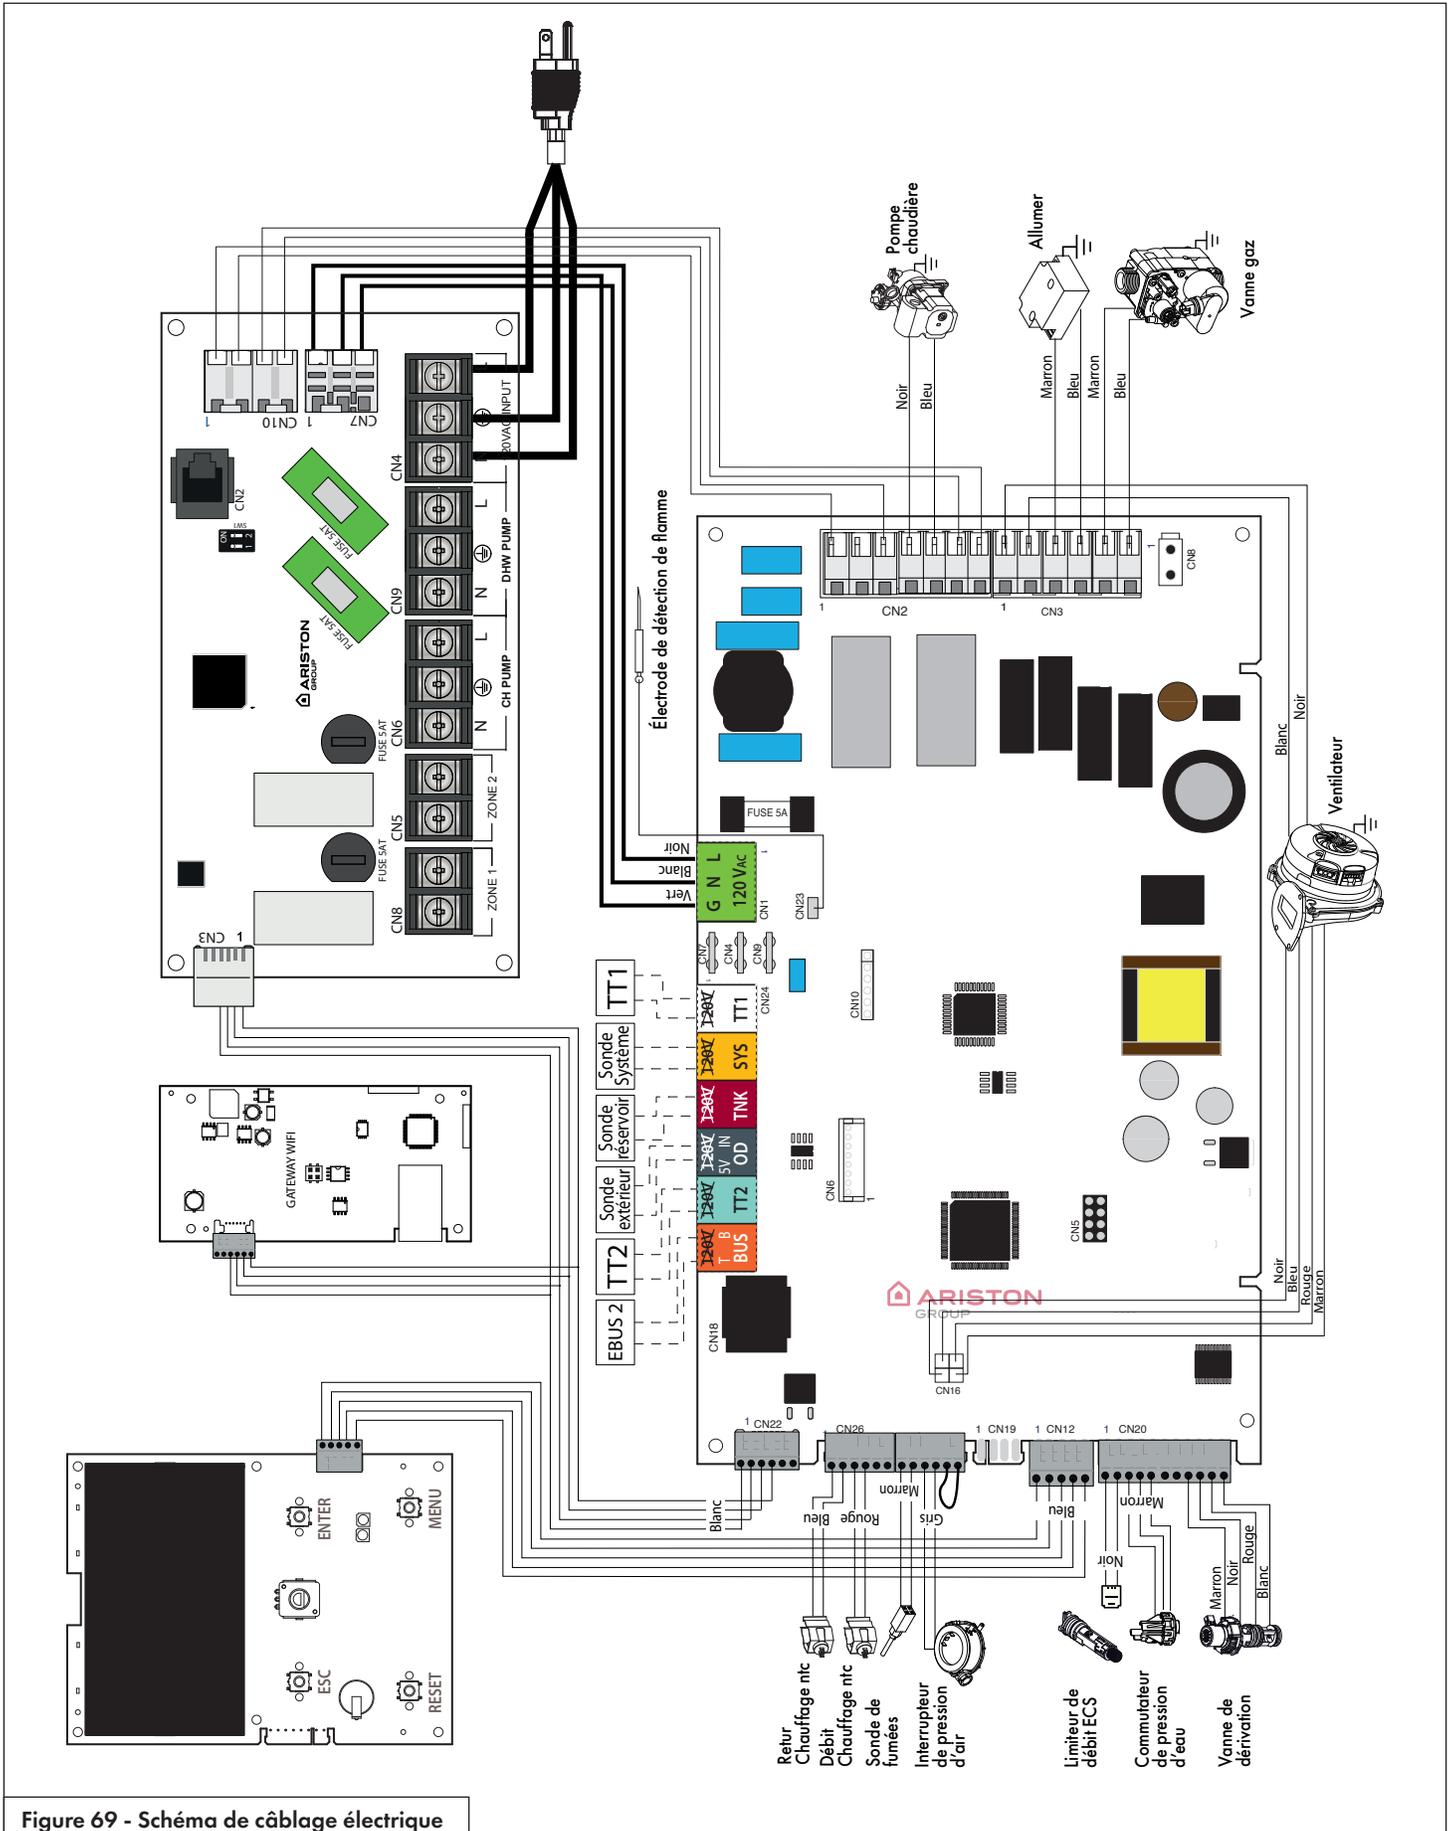

Figure 69 - Schéma de câblage électrique
3. Raccordez les fils du thermostat d'ambiance aux bornes indiquées dans le tableau 19 et à la Figure 69.